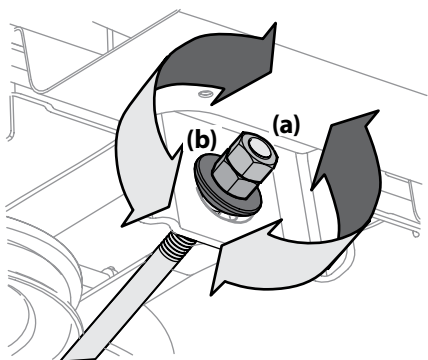

Figura 4-6
- Para *eleva*r el frente de la plataforma, extraiga la tapa de extremo, afloje la tuerca exterior (a) y apriete (rosca hacia adentro) la tuerca interior (b) contra la ménsula de suspensión delantera. Consulte la Figura 4-6. Una vez alcanzado el ajuste adecuado, vuelva a ajustar la tuerca exterior (a) y vuelva a colocar la tapa de extremo.
- Para *baja*r el frente de la plataforma, extraiga la tapa de extremo, afloje la tuerca exterior (a) y afloje (rosca hacia afuera) la tuerca interior (b) alejándola de la ménsula de suspensión delantera. Consulte la Figura 4-6. Una vez alcanzado el ajuste adecuado, vuelva a ajustar la tuerca exterior (a) y vuelva a colocar la tapa de extremo.